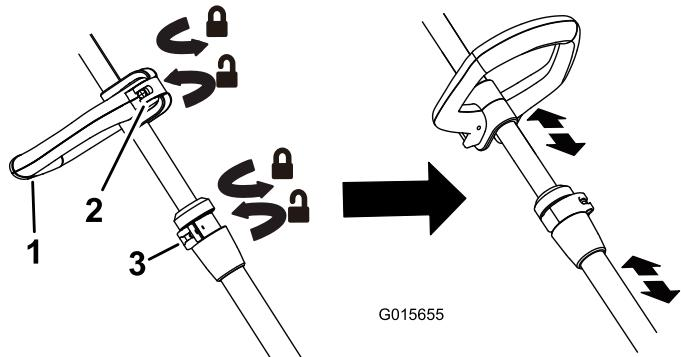

Figura 5
- Para ajustar la altura de la desbrozadora, abra la palanca de ajuste y deslice el mástil hacia arriba o hacia abajo a la altura deseada, luego cierre la palanca (Figura 5).
- Para ajustar la altura de la empuñadura, abra la palanca del pestillo, deslice la empuñadura hacia arriba o hacia abajo hasta la altura deseada y cierre la palanca del pestillo (Figura 5).